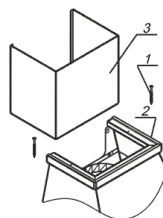

рис. 4
6.2 Для вытяжек «Амбир 60», «Грильяж 60», «Капелла 60», «Пирамида 90». Прежде чем повесить вытяжку, установите фальштрубу (рис. 4).